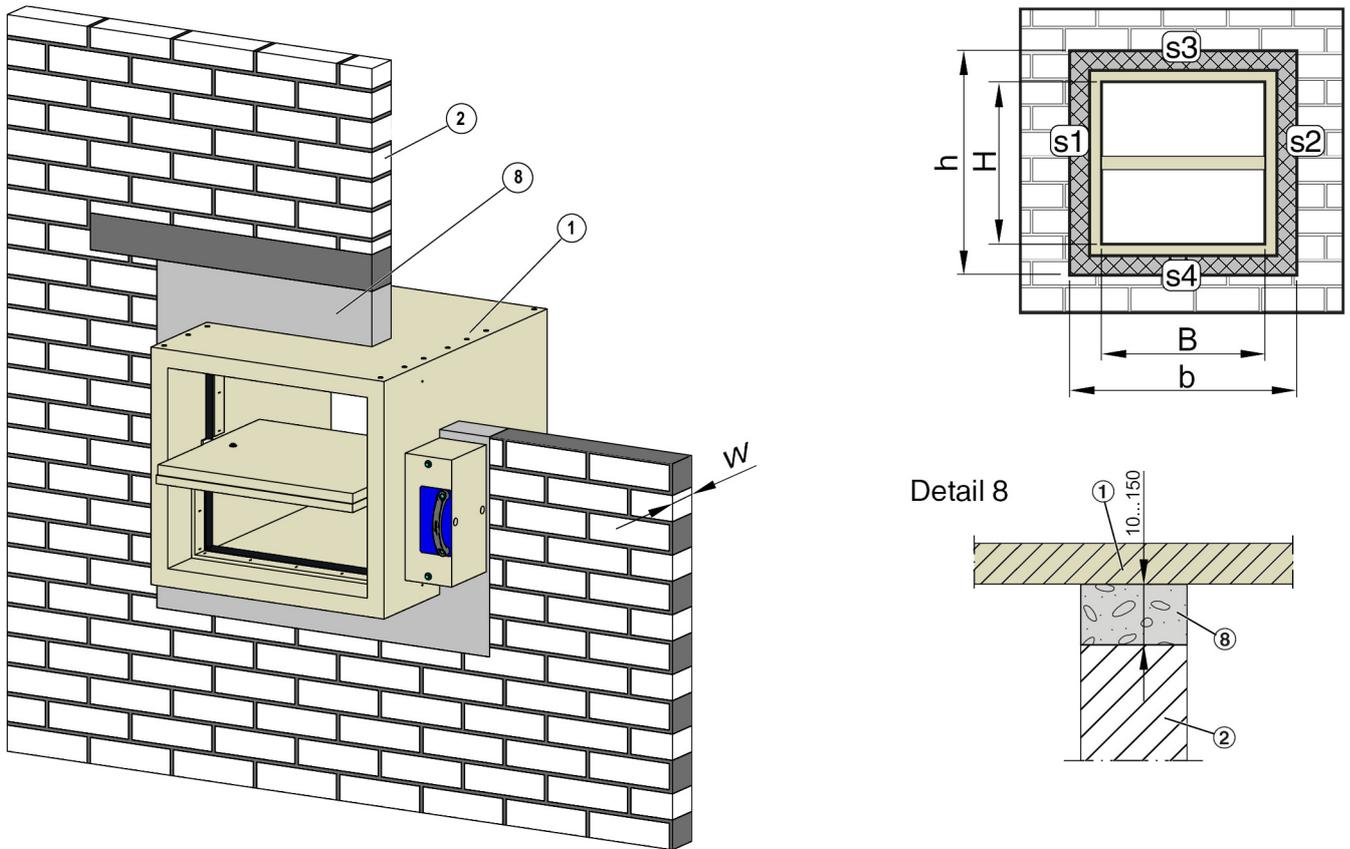

Abb. 14: Nass-Trockeneinbau in Massivwand, Einbauvariante a, Klassifizierungsindex:  $v_{ew}$
1. ▶ Einbauöffnung fachgerecht herstellen, siehe Abb. 14 .